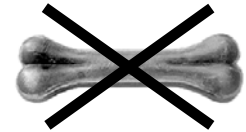

Abb.26
- Diese Maschine ist zum Schneiden von nicht gefrorenen, knochenfreien Fleisch- und Wurstwaren entworfen worden (Abb.26). Jeder andere Gebrauch, einschließlich Gemüseschnitt, gilt als unzumutbar und ist gefährlich.